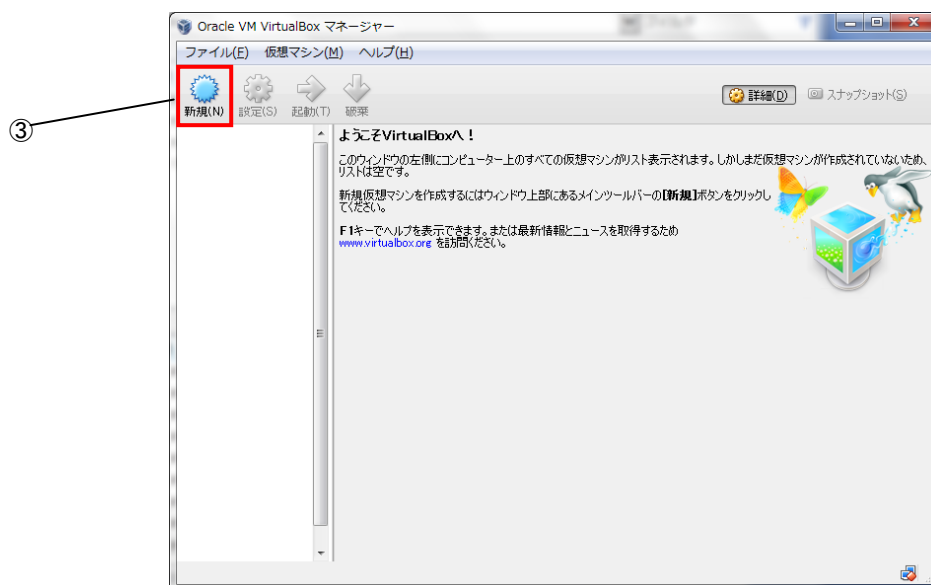

図 3-2-4-2. VirtualBox メイン画面
- ④ 図 3-2-4-3 のマシン名と OS 種類選択画面に変わるので、[名前(N)]には[Algonomix4_development]と入力します。
- ⑤ [OS タイプ(T)]では[Linux][Ubuntu(32bit)]を選択します。
- ⑥ [次へ(N)]をクリックします。